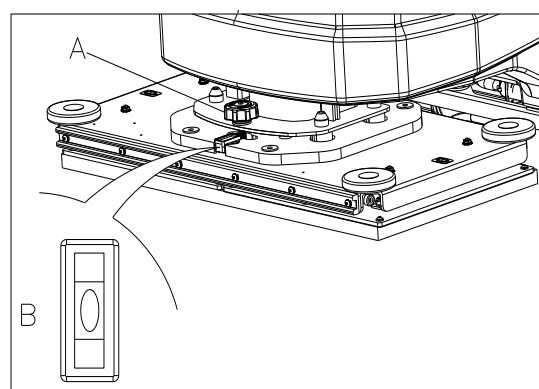

Figure 14
2. Régler le niveau du plateau orbital en réglant la poignée (A, Figure 14) de façon que la bulle soit au centre (B, Figure 14).